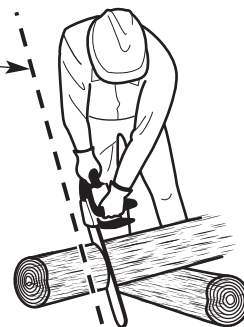

Fig. 20
**ADVERTENCIA:** Utilice siempre estos lugares para las manos que se especifican a continuación independientemente de que el operador sea diestro o zurdo. Esto ayudará a mantener al operador levemente hacia la izquierda de la unidad y fuera de la línea directa de la cadena de la sierra en caso de que se produzca un contragolpe (Fig. 20 y Fig. 21). Mantenga siempre todas las partes del cuerpo a la izquierda de la línea de la cadena.